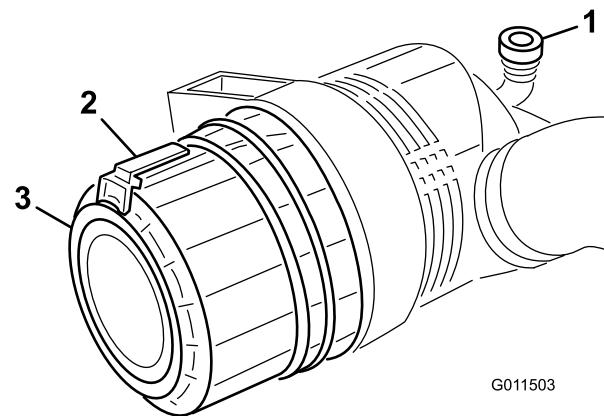

Bild 46
- Ziehen Sie den Riegel nach außen und drehen Sie die Luftfilterabdeckung nach links (Bild 46).
7. Setzen Sie die Abdeckung ein, richten Sie das Gummiablassventil (Bild 46) nach unten, ungefähr zwischen 17.00 und 19.00 Uhr (vom Ende her gesehen). Befestigen Sie den Riegel.